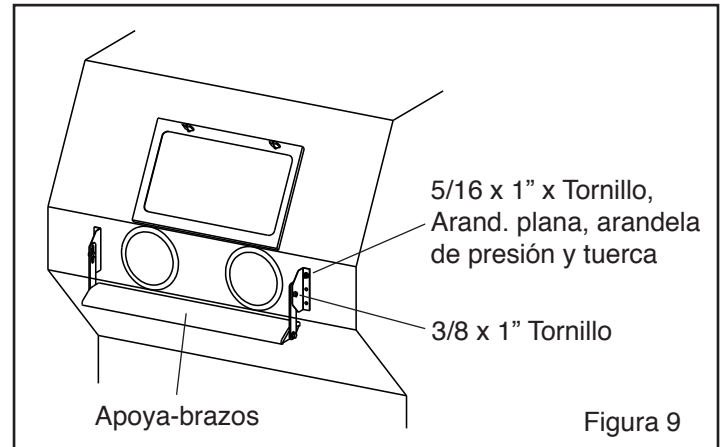

Figura 9
3.4.1 Ensamble el apoya-brazos y los soportes como se indica en la Figura 9.